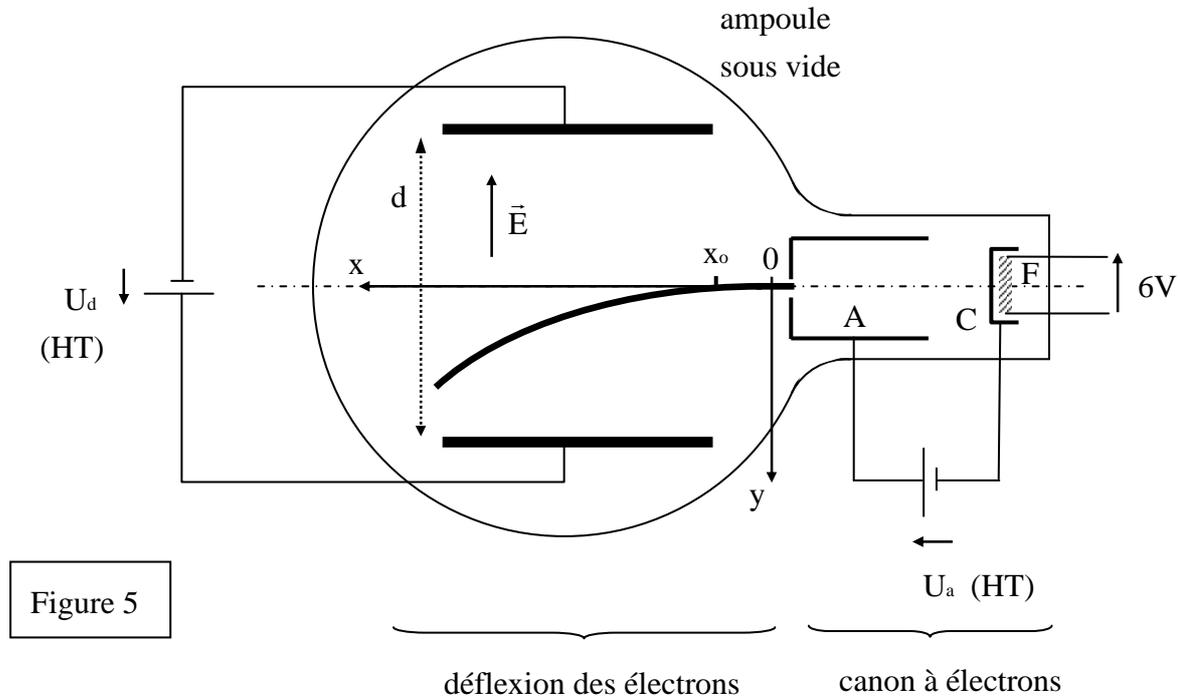

Figure 5
Le montage (figure 5) se compose d'une ampoule de verre dans laquelle règne un vide poussé. A l'intérieur de cette ampoule, on trouve :
On travaillera dans le système d'axes Oxy de la figure 5 (associé à un repère orthonormé $(O, \vec{u}_x, \vec{u}_y)$). A la sortie du canon, un électron a une vitesse $\vec{v}_o = v_{ox} \vec{u}_x$. Il n'est soumis à aucune force le long de l'axe Ox . En revanche, le long de Oy , il est soumis à la force $\vec{F} = -e\vec{E}$ exercée par le champ électrostatique $\vec{E} = -\frac{U_d}{d} \vec{u}_y$ créé par le condensateur plan (on négligera le poids de l'électron). En appliquant le principe fondamental de la dynamique, montrer que la trajectoire de l'électron est une **parabole** d'équation :
- la position $M_o(x_o, 0)$ lorsque l'électron est situé à l'entrée du condensateur où il commence à subir l'influence du champ (voir figure 5)